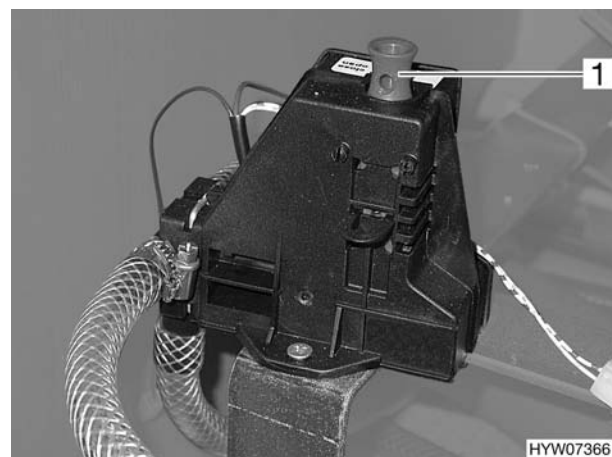

Fig. 149 Valvola di sicurezza/di scarico del boiler
Il boiler è dotato di una valvola di sicurezza/di scarico (Fig. 149). La valvola di sicurezza/di scarico impedisce che l'acqua congeli nel boiler in presenza di basse temperature esterne, quando il riscaldamento dell'autocaravan non è acceso. Luogo di montaggio vedi capitolo 10, "Posizione dei rubinetti di scarico".
- Chiudere la valvola di sicurezza/di scarico. A tal fine tirare verso l'alto la presa dell'interruttore a scatto (Fig. 149,1).
- Aprire la valvola di sicurezza/di scarico (Fig. 149). A tal fine premere verso il basso l'interruttore a scatto (Fig. 149,1). Il boiler viene svuotato verso l'esterno tramite la valvola di sicurezza/di scarico.